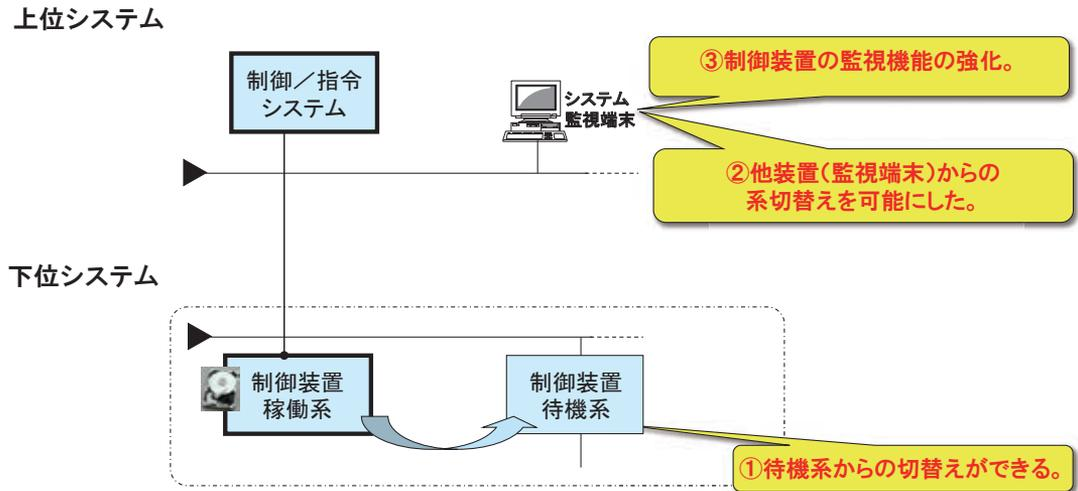

図 3.2-2 対策
**【対策A-1】** 待機系装置からの停止制御機能を追加し確実に系切替えができるようにした（図3.2-2①）。
**【対策A-2】** 上位の制御装置から下位の制御装置の停止を確実にできるようにした（図3.2-2②）。
**【対策B】** さらに、上位の制御装置の監視機能の強化を図った（図3.2-2③）。